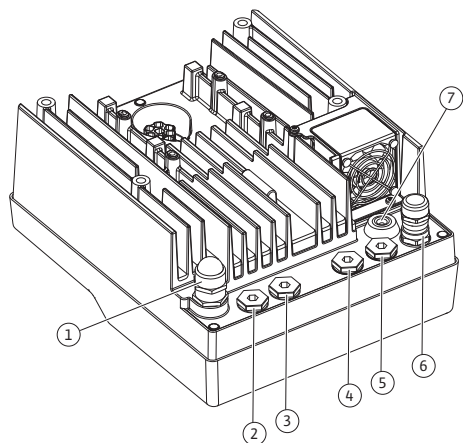

Fig. 19: Kabelio priveržikliai/kabelių įvadas
4. Sujungimo kabelis jungiamas per kabelio priveržiklį M25 (Fig. 19, poz. 1). Kabelio priveržiklį prisukite pagal atitinkamą sukimo momentą.